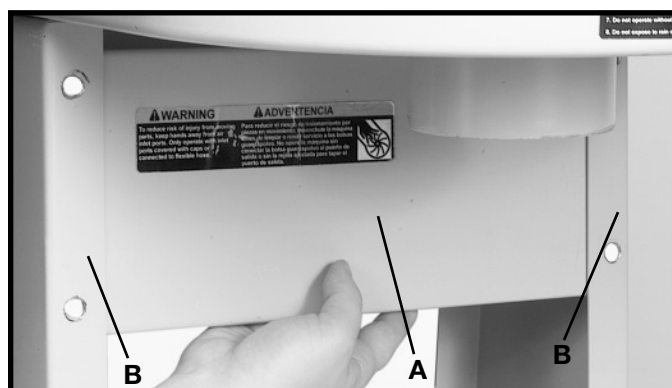

Fig. 10
1. Insérer la plaque de support (A) fig. 10, à l'intérieur des deux supports latéraux (B). **REMARQUE : S'ASSURER QUE LA PLAQUE DE SUPPORT EST BIEN FIXÉE DU CÔTÉ DES SUPPORTS LATÉRAUX LE PLUS PROCHE DU MOTEUR.**
2. Aligner les quatre trous de la plaque de support avec les quatre trous des supports latéraux comme indiqué à la figure 10.